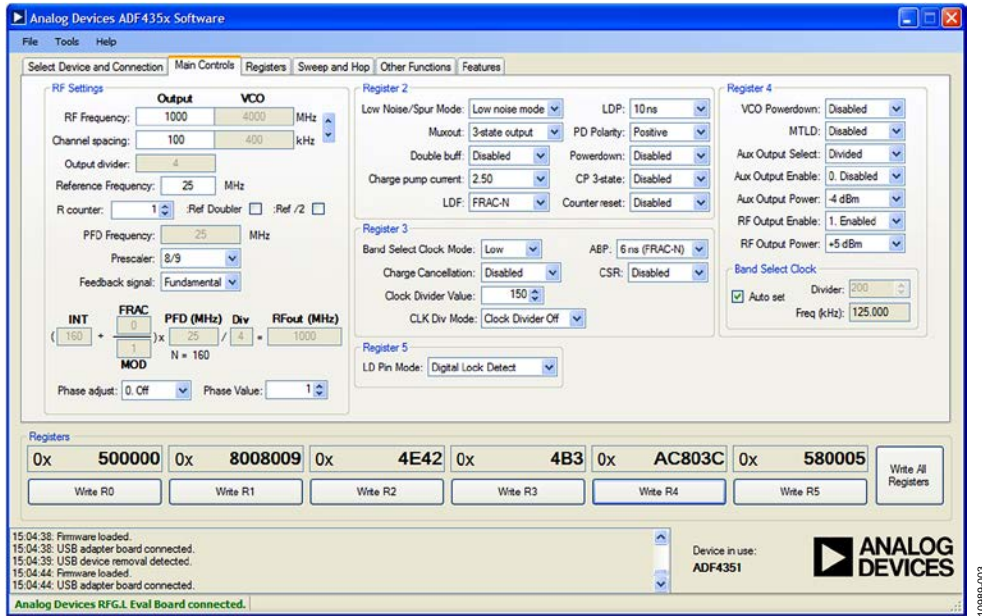

图3. ADF4351软件设置
2. 根据 ADF435x 软件的屏幕截图(见图3)对 ADF4351 PLL 进行编程。本例中选择了 1 GHz 的 RF 频率。